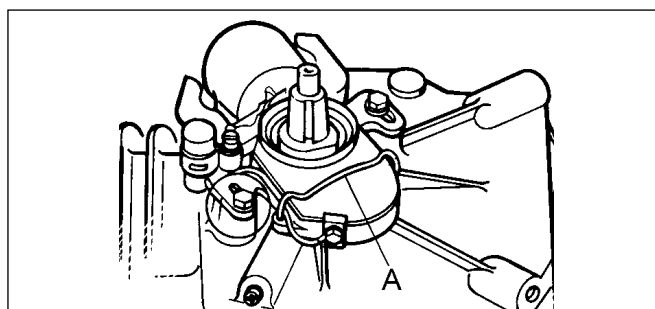

Abb. 6
- Entfernen Sie die Halteklammer **A** sowie die Abdeckung des Unterbrecherkontaktgehäuses und nehmen Sie eine Sichtprüfung vor (Abb. 6).